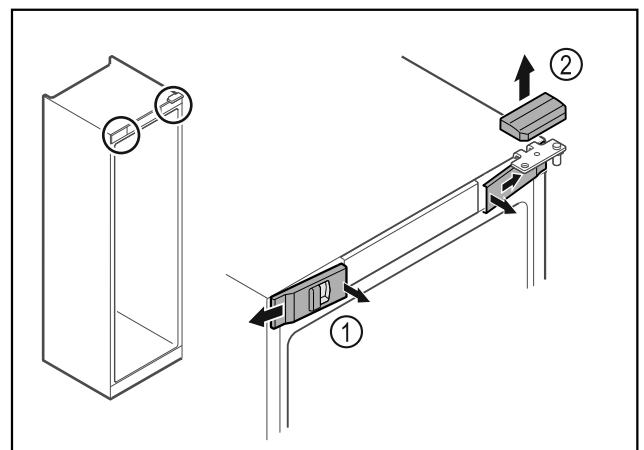

Fig. 9
- ▶ Wyczepić przednie ostonki Fig. 9 (1) i odchylić w bok.
- ▶ Górną ostonkę Fig. 9 (2) zdjąć w górę.